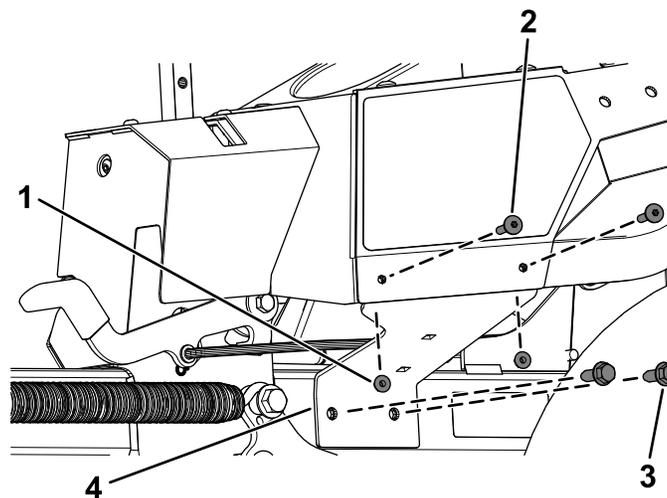

Bild 8
B. Befestigen Sie die linke Verkleidungshalterung mit den beiden neuen Blechschrauben ($\frac{3}{8}$ " x 1") und den beiden zuvor entfernten Torx-Schrauben ($\frac{1}{4}$ " x 1-5/16") und den beiden Sicherungsmuttern ($\frac{1}{4}$ "), wie in **Bild 8** dargestellt.